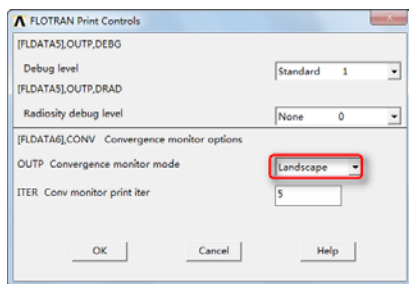

图 10-94 FLOTTRAN Print Control 对话框
③⑮依次选择 Main Menu→Preprocessor→FLOTTRAN Set Up→Additional Out→Print Controls, 会弹出“FLOTTRAN Print Control”对话框,如图 10-94 所示,在“OUTP Convergence monitor mode”选择列表中选择“Landscape”,单击“OK”按钮关闭该对话框。